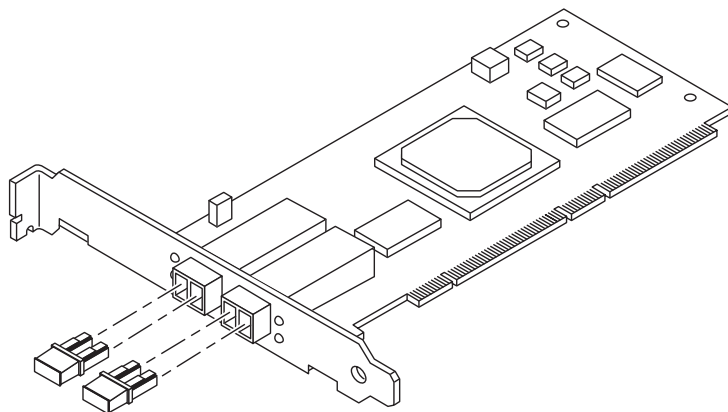

图 1-3 Sun StorEdge 2G FC PCI 双通道网络适配器防尘盖
1. 将两个防尘盖从 2x5 光学收发器 (optical transceiver, OT) 的连接器上取下来 (图 1-3)。